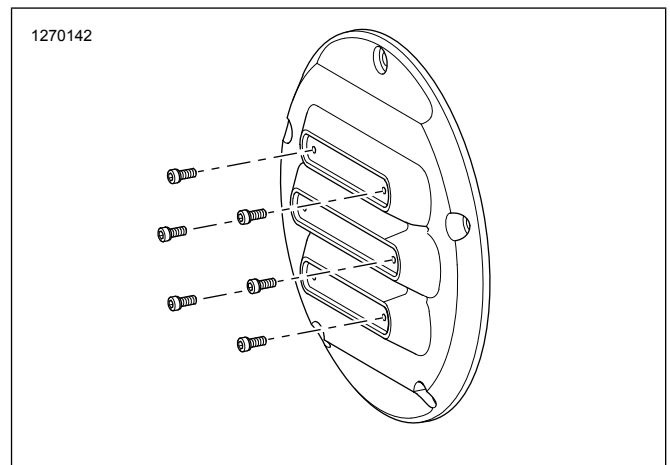

Figure 3. Mga pampalamuting turnilyo
6. **Mga Kit: 25700768, 25700822, 25700825, 25700826 lamang:** Tingnan ang Figure 3 . Ikabit ang mga pampalamuting turnilyo sa takip.